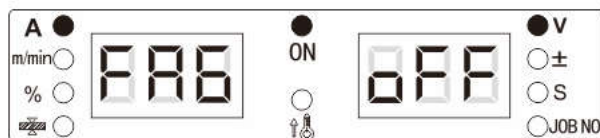

Рисунок 3-22. Отображение функции FA6 на цифровых дисплеях
2. Поворотом регулятора панели управления установите выбор функции FA6 (см. Рисунок 3-22).